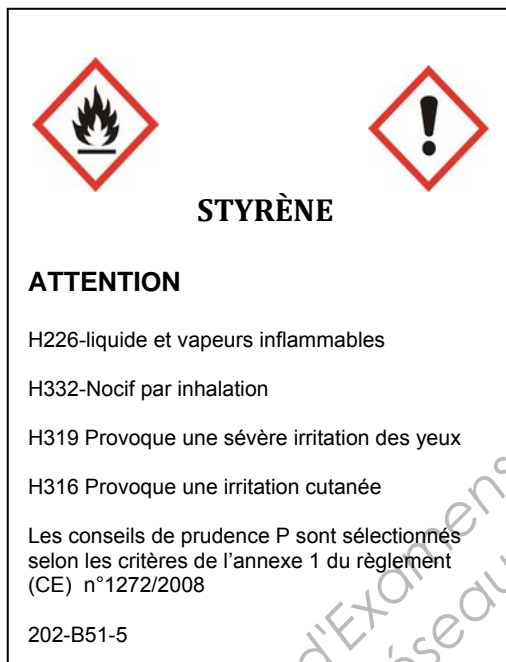

Figure 7 : Fiche INRS du styrène
3.2 La figure 7 donne des informations extraites de la fiche toxicologique du styrène :
3.2.1 Donner la signification des deux pictogrammes représentés sur la figure 7.